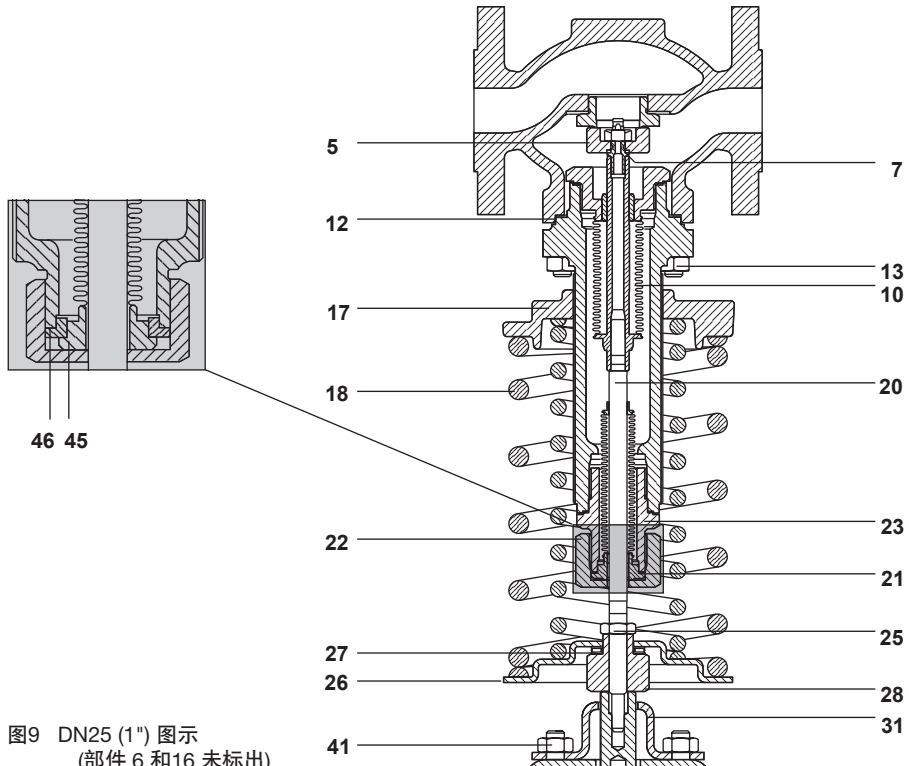

图9 DN25 (1") 图示
4.4.2 更换控制弹簧 (图9)
4.4.3 重新安装波纹管密封组件(图9)